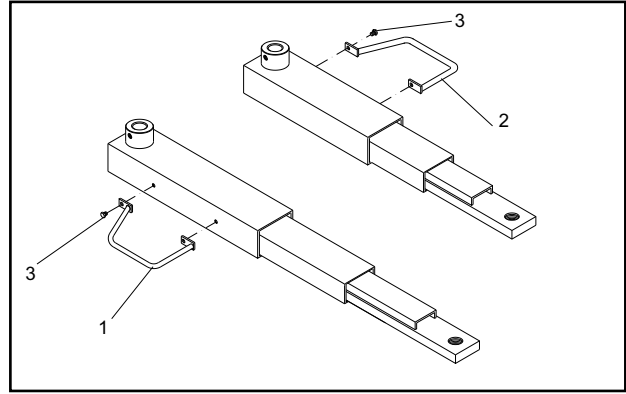

Fig.54
- 9 - Montare sui bracci i parapiedi di sicurezza (1 e 2, Fig.54), usando le viti TE M10x10 e le relative rondelle (3).
- 9 - Mount the foot guards on the arms (1 and 2, Fig.54), using the screws TE M10x10 and the relative washers (3).